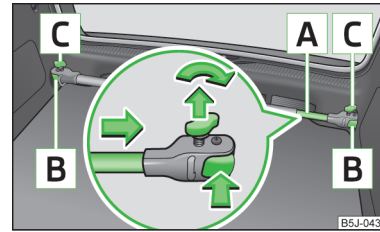

Abb. 54 Querträger einbauen
- Die Sicherungsschrauben **C** » Abb. 54 lösen und etwas herausziehen, dadurch werden die Halterungen **B** entriegelt.